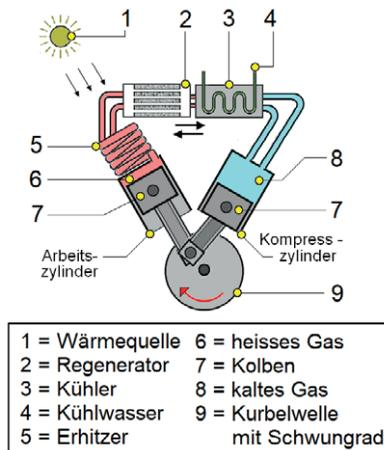

Bild 17.2 Stirling-Motor
① *Der Stirling-Motor selbst (Bild 17.2) besteht zumindest aus zwei abgeschlossenen Zylindern. Innerhalb des Zylinders 1 wird ein Medium, meist Helium, erhitzt ■ und es dehnt sich aus. Im hier besprochenen Dish-Stirling-Verfahren erfolgt die Beheizung mittels des Parabolspiegels/der Sonneneinstrahlung. Infolge der Gasausdehnung bewegt sich Kolben 1 und treibt das Schwungrad an. Währenddessen wird das Gas in Zylinder 2 gekühlt ■. Infolge der Temperaturänderung innerhalb der Zylinder kommt es, da beide Zylinder über Rohrleitungen und den Regenerator miteinander verbunden sind, zwischen beiden Zylindern zyklisch zur Expansion bzw. Kompression des Gases. Über ein Kurbel-Schwungrad wird die oszillierende Kolbenbewegung in eine Drehbewegung umgesetzt. Ein angeschlossener Generator erzeugt elektrische Energie.*